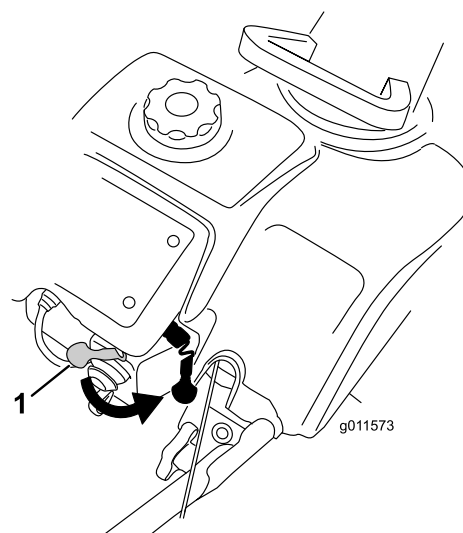
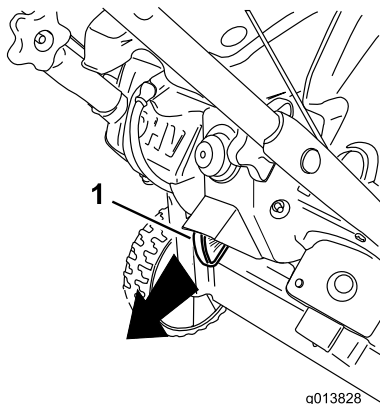

Figure 16
Figure 22
2. Déplacez la manette de starter complètement vers la droite (Figure 16).
Pour arrêter le moteur, tirez la clé de contact à la position arrêt (Figure 22) ou déplacez la manette de starter complètement vers la droite (Figure 16)